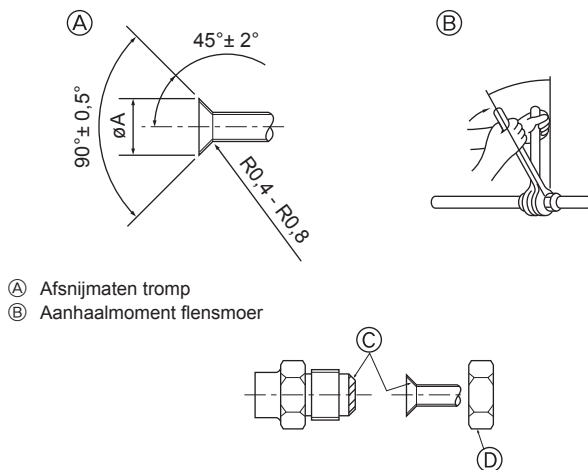

Fig. 4-5
Ⓐ (Fig. 4-5)
Ⓑ (Fig. 4-5)
4.4. Aansluiten van de pijpen (Fig. 4-5)